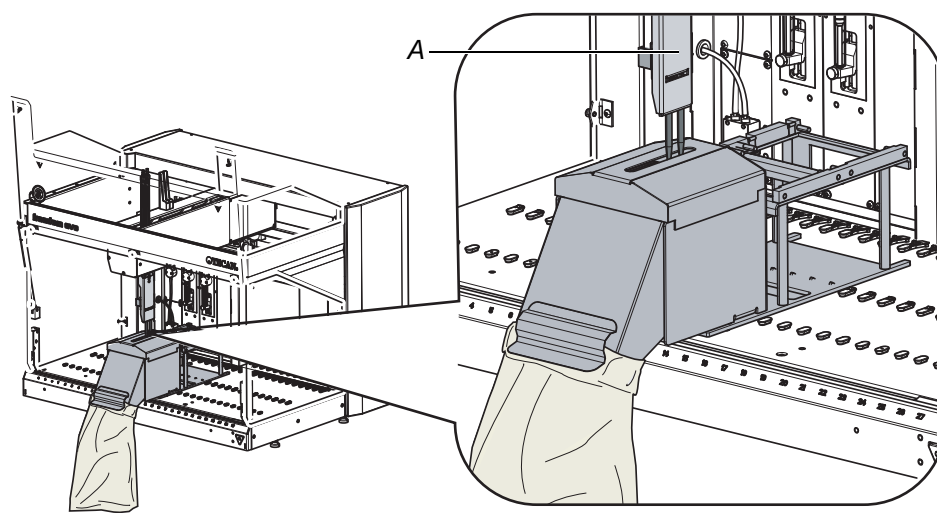

Fig. 7-17 Option d'éjection basse DiTi
- 1 Nettoyer la surface du basculeur (A) avec un agent nettoyant adapté (alcool, désinfectant par exemple) Fig. 7-17 , Fig. 7-29.